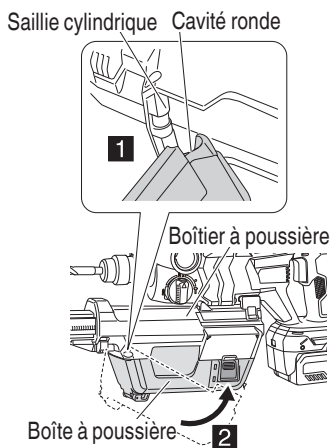

Fig. 23
- (4) Assurez-vous que le filtre est correctement positionné.
- (5) Fixez la boîte à poussière au boîtier à poussière. (Fig. 23)